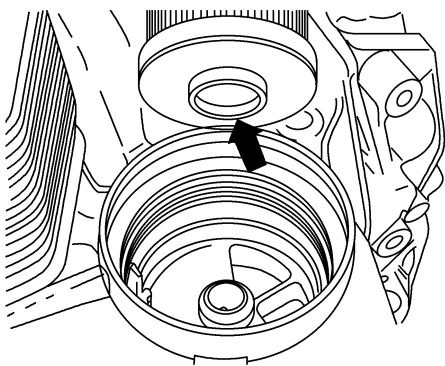

图 3-3-19 安装变速器油滤清器
6) 以凸肩向下的方式装入新的变速器油滤清器，拧紧变速器油滤清器外壳，拧紧力矩为 20N·m，如图 3-3-19 所示。